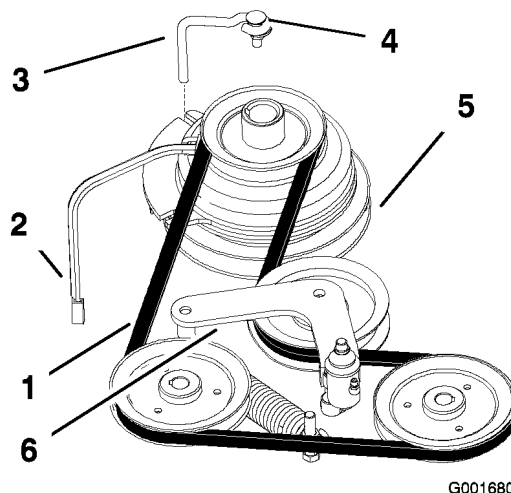

Figure 48
2. Retirez le boulon de la butée d'embrayage et débranchez le fil de l'embrayage électrique (Figure 48).
4. Retirez la courroie de transmission des poulies du moteur et des pompes hydrauliques (Figure 48).
5. Montez la courroie neuve sur les poulies du moteur et des pompes hydrauliques (Figure 48).
7. Relâchez la poulie rappelée par ressort (Figure 48).